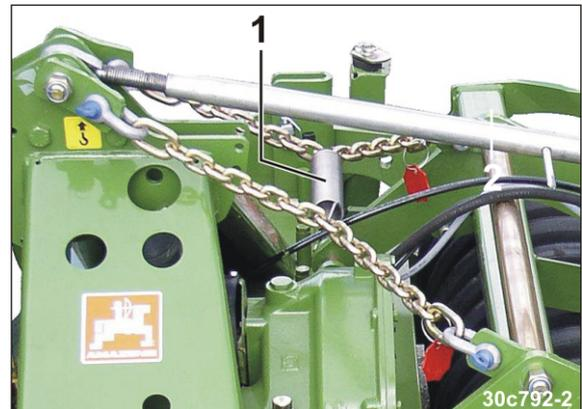

Fig. 80
6. Die Ketten mit einer Zugfeder (Fig. 80/1) verbinden. Im entspannten Zustand sollten die Ketten den Turm der Bodenbearbeitungsmaschine nicht berühren.